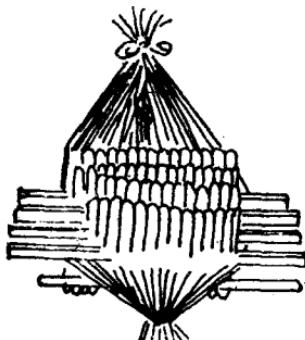

图2-2
(1) 旋转倾斜轴(B53)略松经纱时，应使送经轴伞轮(B31)的支头螺丝向上，便于拆车。
(2) 为使停轻片、综丝与织口的距离不变，减少经纱因摩擦及停经片绞乱而产生断头，将停经片与经纱分成若干份（视品种情况而定），并用扎纱绳扎好，见图2-2。